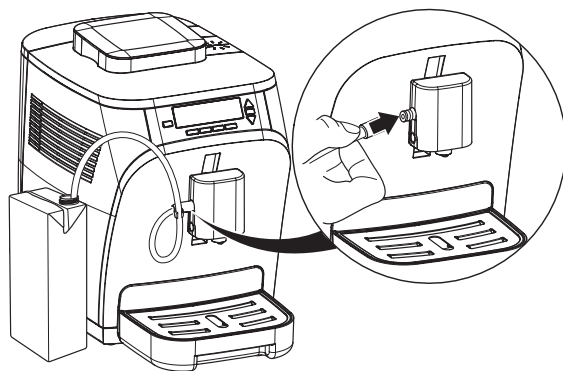

bild 6: Anslutning av mjölkslangen
1. Anslut mjölkslangen till anslutningen på kaffe-/mjölkutloppet och placera den andra änden av slangen i mjölkkärl (bild 6), eller anslut den fyllda termomjölkkannen till den automatiska kaffebyggaren.